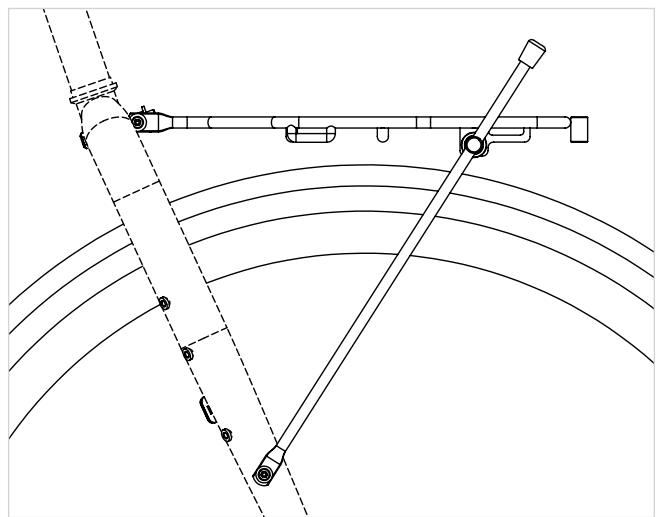

図 3
- 適切な取り付けにはミニマリストラックのデッキ部分が地面に対して平行に設置されなければいけません(図3)。
- タイヤもしくはフェンダーの一番高い部分とサルサミニマリストラックのデッキ部分に最低19mmの間隔が必要です(図3)。
- ラックが水平であるか、そしてタイヤもしくはフェンダーとラックの間に十分な間隔があるかを確認して下さい(図3)。